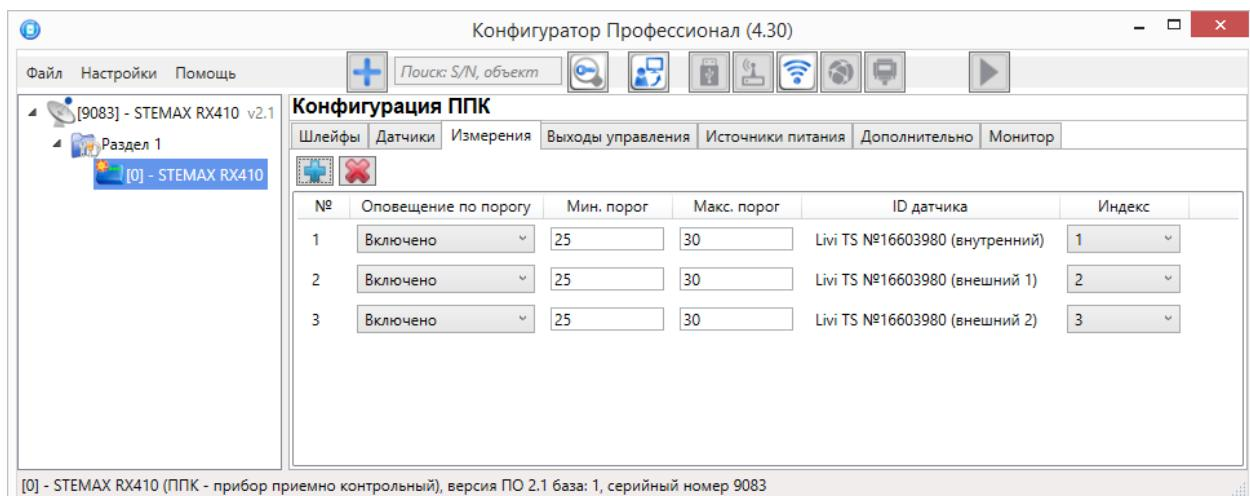

Рисунок 4.38 – Окно Список найденных датчиков
- 2) На вкладке «Измерения» нажмите кнопку в верхнем левом углу (см. рисунок 4.38).
Настройка параметров работы с зарегистрированными сенсорами выполняется в таблице с описанными ниже столбцами (см. рисунок 4.38).
Для удаления канала измерения из конфигурации выделите его в списке и нажмите кнопку в верхнем левом углу вкладки (см. рисунок 4.38).